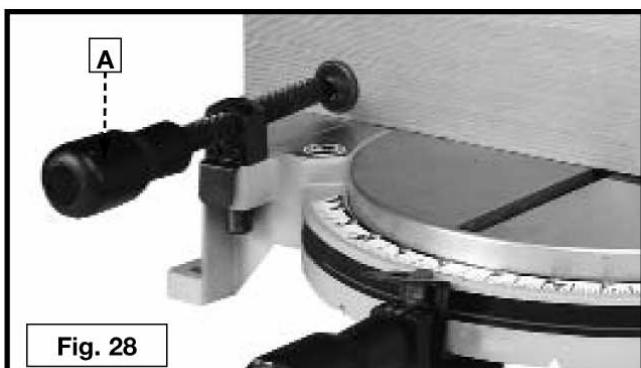

Fig. 28
2. Coloque a peça de trabalho sobre a bancada e segure ou prenda-a firmemente contra o guia de corte (Fig. 28).